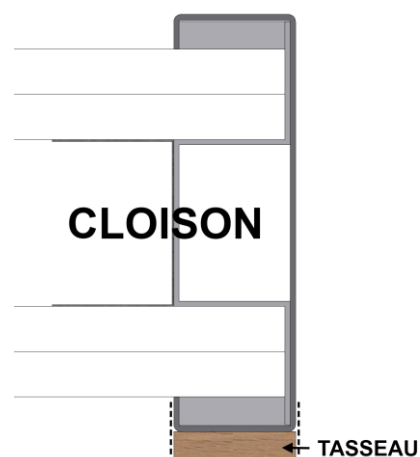

Figure 3
- **Tasseau sur parement :** Retirer le film adhésif du double-face et positionner le tasseau d'habillage de manière à ce qu'il soit affleurant aux bords de l'huissérie (voir **figure 3** à la page 9)
- **Tasseau sur parement :** Retirer le film adhésif du double-face et positionner le tasseau d'habillage sur le parement de la traverse de manière à ce qu'il soit affleurant aux bords de l'huissérie en l'insérant entre les deux autres tasseaux déjà en place sur les montants (voir **figure 3** à la page 9)